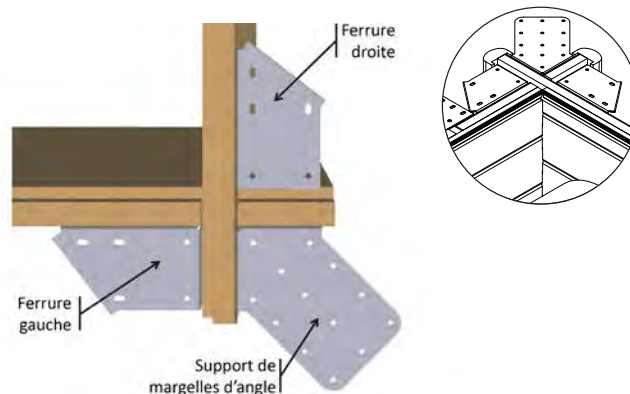

Figure 19 – mise en place des ferrures dans les angles
- Dans les angles, montez quatre ferrures « droite » et quatre ferrures « gauche », ainsi que quatre supports de margelles d'angle, selon la **Figure 19**. Utilisez 4 vis penture torx 6 × 20 en inox a2 (sachet g) par équerre et 6 vis penture torx 6 × 20 en inox a2 (sachet g) par ferrure, soit un total de 64 vis.